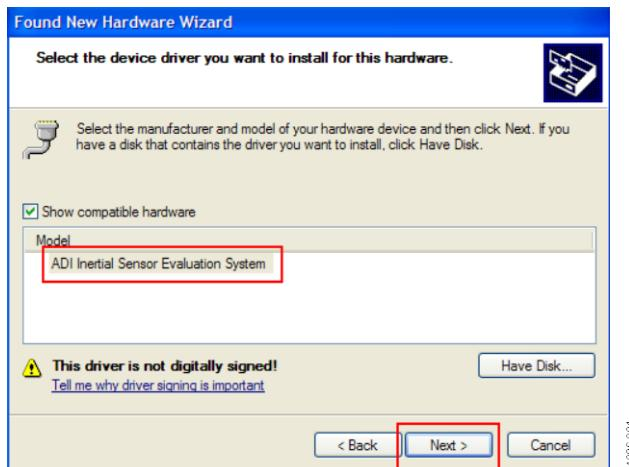

図 4.ADI 慣性センサー評価システム・ドライバの選択
4. Model リストから **ADI Inertial Sensor Evaluation System** を選択し、最後に **Next** をクリックします(図 4 参照)。